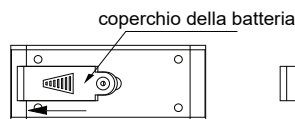

Fig.2
- Far scorrere il coperchio della batteria di 2 mm (Fig.2), rimuovere il coperchio della batteria